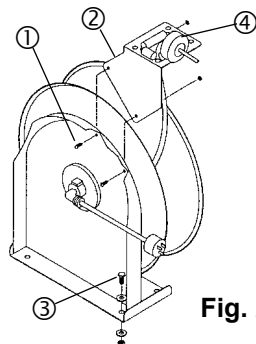

Fig. 2
3. Fixer solidement l'enrouleur au sol, au mur ou au plafond à l'aide de quatre boulons (fournis par le client) (3) (Fig. 2). **ATTENTION - L'enrouleur est lourd - fixer solidement! Boulons de montage recommandés : 6 mm (¼-20).**